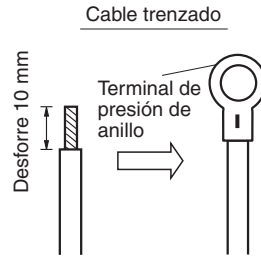
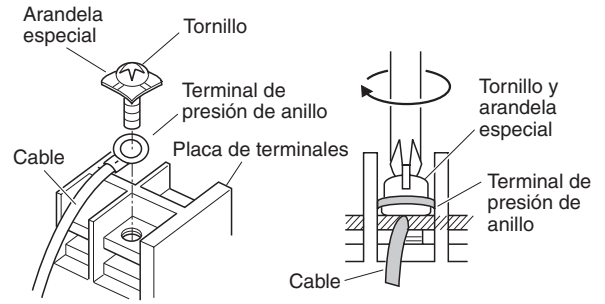

Fig. 4-7
Fig. 4-8
- (1) Corte el extremo del cable con alicates de corte, quite el aislante para exponer los conductores trenzados unos 10 mm y retuerza con fuerza los extremos de los conductores. (Fig. 4-7)
- (2) Utilizando un destornillador de cabeza Phillips, extraiga los tornillos del terminal de la placa de los terminales.
- (3) Utilizando un fijador de conector de anillo o alicates, fije con seguridad cada extremo del cable trenzado con un terminal de presión de anillo.
- (4) Coloque el terminal de presión de anillo y vuelva a colocar y apretar el tornillo del terminal extraído con ayuda de un destornillador. (Fig. 4-8)